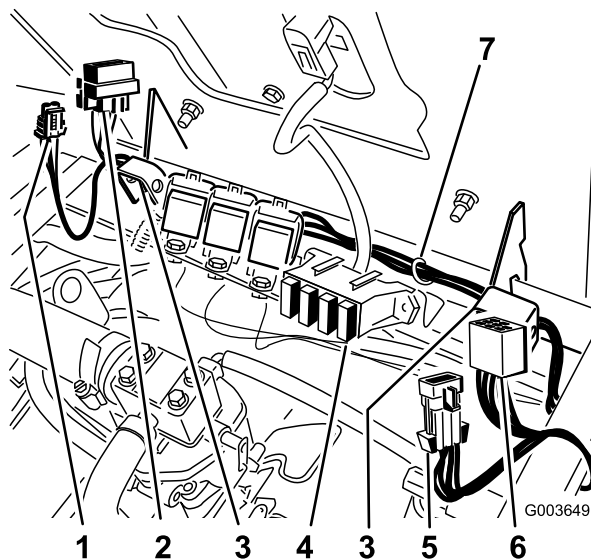

図 33
3. ハーネスを、スイッチから運転席の蝶番部に沿って、先ほどバルブに取り付けたリレーまで配線する 図 33。
ヒューズボックスの右側スロットにヒューズを取り付ける図 33。